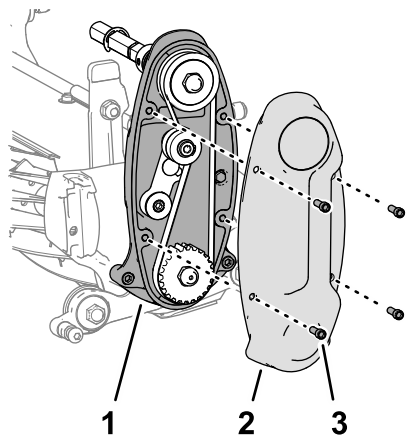

図 18
5. リールドライブハウジングにカバーを取り付ける 図 18 ソケットヘッドねじ 1/4" x 3/4" 4本を使用する。